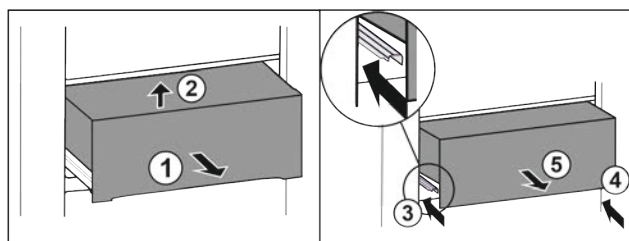

Fig. 40*
- ▶ Вытяните выдвижной ящик наполовину Fig. 40 (1).*
- ▶ Приподнимите спереди Fig. 40 (2).*
- ▶ Вставьте левую направляющую Fig. 40 (3).*
- ▶ Вставьте правую направляющую Fig. 40 (4).*
- ▶ Извлеките выдвижной ящик движением вперед Fig. 40 (5).*